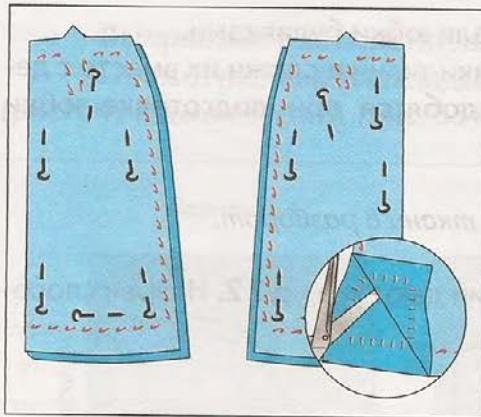

Рис. 56. Перенос контурных линий копировальными стежками
1. Перенести контурные линии с одной стороны детали на другую или на парные детали с помощью копировальных стежков (рис. 56).